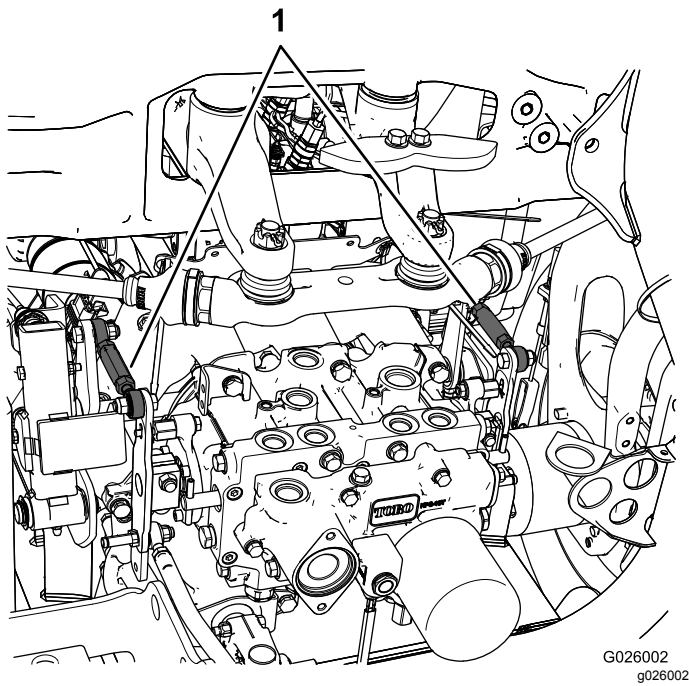

Figura 64
- Si el neumático trasero izquierdo está girando, afloje las contratueras de la varilla de control de la transmisión del lado izquierdo (Figura 64).